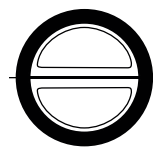

Рис. 2
2. Клапан необходимо устанавливать в таком положении, чтобы были задействованы обе створки, как на рис. 1. Недопустима установка клапана как на рис. 2 и рис. 3.
4. На поворотах трубопровода клапан необходимо устанавливать как на рис.1. Недопустима установка клапана как на рис.2